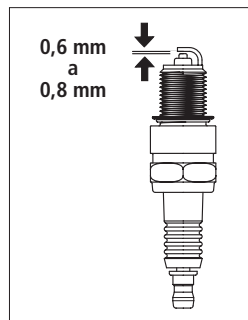

Fig. 16
5. Verifique a folga da vela de ignição. Dobre cuidadosamente o eletrodo lateral para ajustar a folga, se necessário [Fig. 16].